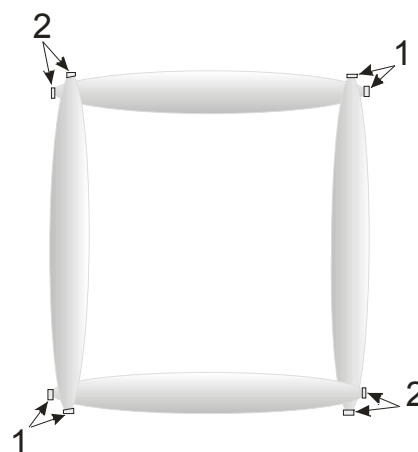

Рис. 4.7
4.10 Перекрытие ЗО при установке с поворотами рубежа, например см. рис. 4.7, достигается тем же методом (см. п. 4.9).